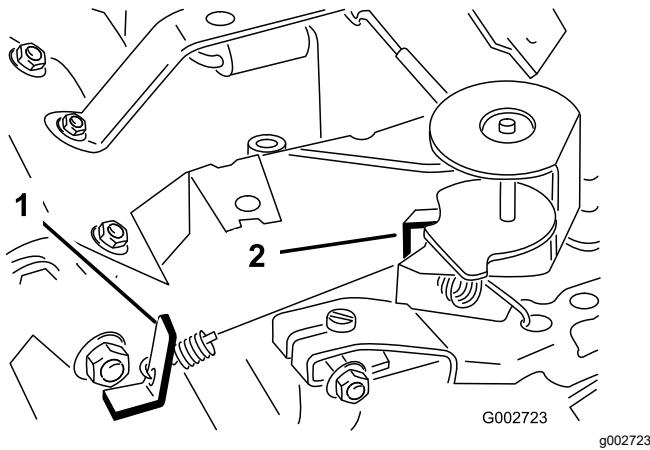

Figura 39
3. Piegate la linguetta di ancoraggio della molla regolata alla minima (Figura 39) per ottenere una velocità minima di 1.675 - 1.175 giri/min.
6. Piegate la linguetta di ancoraggio della molla del massimo (Figura 39) per ottenere una velocità massima di 3.350 - 3.450 giri/min.